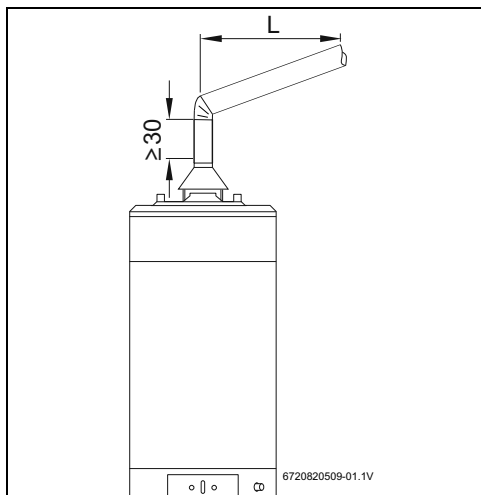

Fig. 4
Localizar el aparato respetando lo indicado en la Fig.4.
- ▶ Todos los aparatos deben ser obligatoriamente conectados de forma hermética a un conducto de evacuación de gases de la combustión. Esta puede ser de chapa de hierro galvanizada, aluminio, acero inoxidable o fibrocemento. Su implantación deberá obedecer a lo indicado en la Fig. 4.